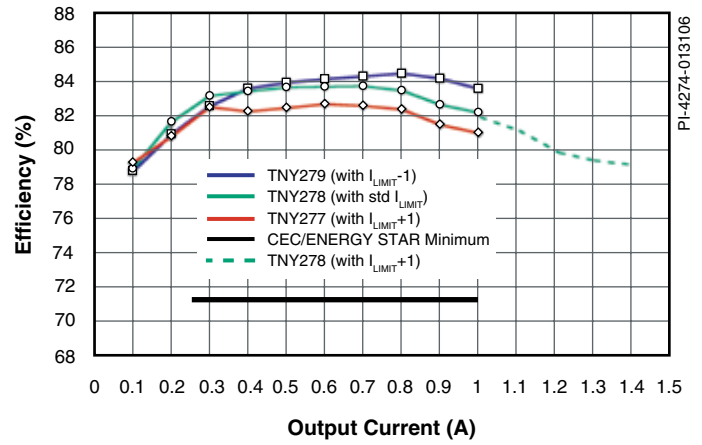

图2. 使用不同器件及不同的限流点时的工作效率
- 使用TinySwitch-III系列的器件时，通过改变BP/M引脚的电容量可以将MOSFET的限流点设定在三个水平上。这样设计者有多种选择，如图2中所示。首先，可以使用TNY279，使其工作在TNY278PN的限流点，这样可以得到较高的效率；其次，也可使用TNY277，当它工作在TNY278PN的限流点时，可以输出同样的功率但效率低些；最后，如果使用TNY278PN，使其工作在TNY279的限流点上，那么就提高了电源的输出功率能力*。